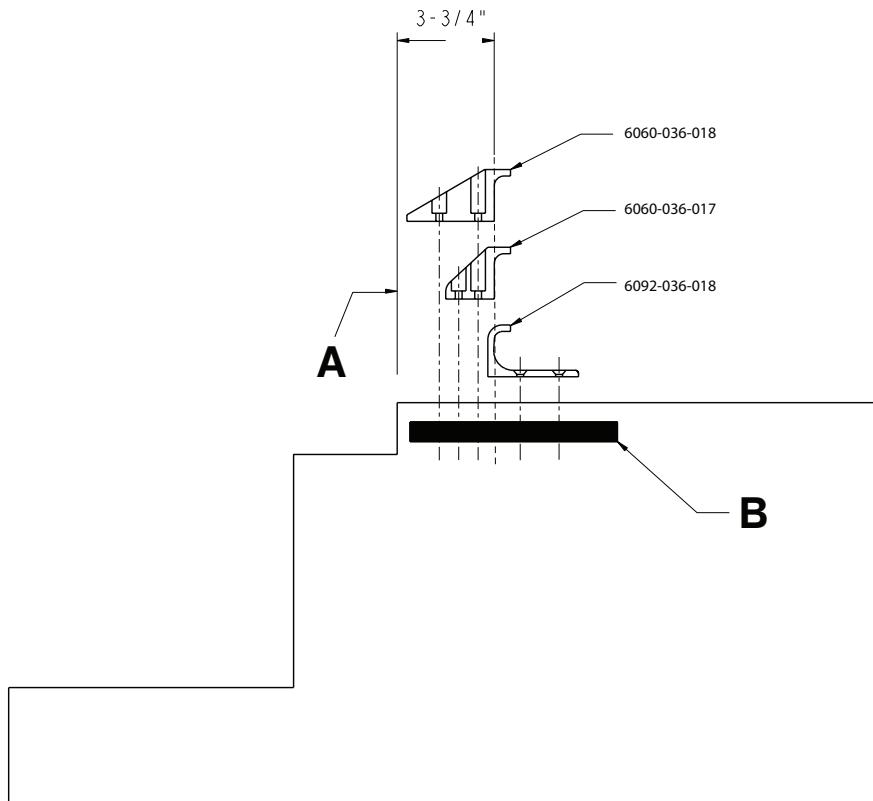

Abbildung 6 – Anbringen des Fahrzeugsicherheitshakens
2. Den Fahrzeugsicherheitshaken mindestens 3-3/4 Zoll (9,5 cm) vom vorderen Rand der Türschwelle (A) entfernt positionieren (Abbildung 6). Der empfohlene Abstand von der vorderen Fläche des Sicherheitshakens beträgt mindestens 3-3/4 Zoll (9,5 cm).